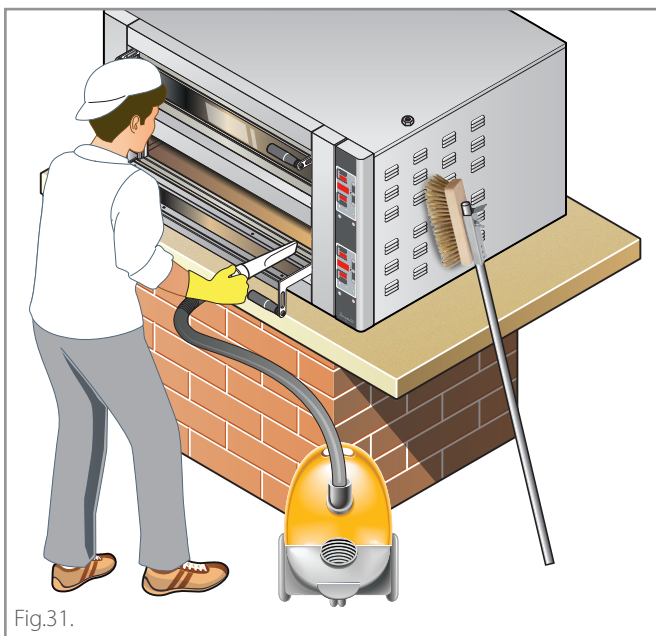

Fig.31.
- (A)** Impostare la **temperatura in camera a 400°C - 752°F**;
- (B)** agendo sui tasti "MIN" e "MAX", impostare entrambe le **potenze cielo e platea su MAX**;
- (C)** spegnere le luci della camera di cottura;
- (D)** raggiunta la temperatura, spegnere il forno con il tasto **ON/OFF** e lasciarlo raffreddare con la porta chiusa;
- (E)** a forno freddo, pulire la camera dai residui alimentari cristallizzati utilizzando una spazzola in fibra naturale e successivamente aspirare con un bidone aspira-cenere ► **Fig.31.**
- (B)** impostare le **potenze cielo e platea su 100%** vedi impostazione manuali;